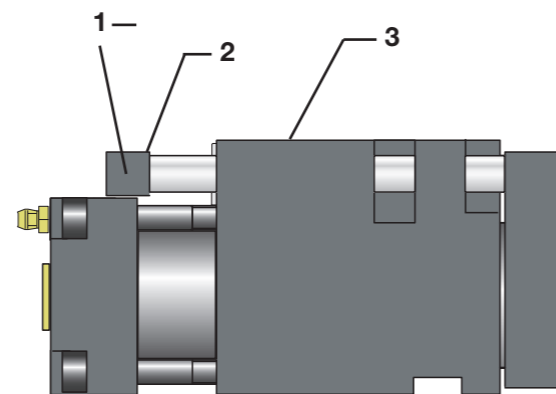

Abbildung 19: Werkzeugschieber Kompakt
10.2 Abkantschieber und Werkzeugschieber Kompakt (Abb.19)